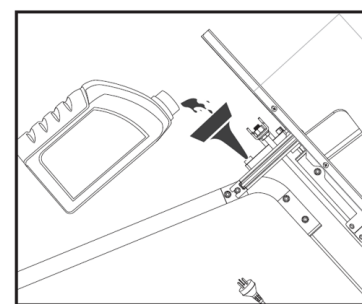

Fig. 16c
4. Inclinare lo spaccalegna sul lato opposto come mostrato nella Fig. 16c. Rabboccare con olio idraulico fresco utilizzando un imbuto. Fare riferimento alla Tabella 1 per la capacità del serbatoio dell'olio idraulico.